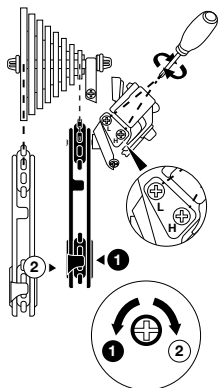

Abb. 17. Einstellung der Endanschläge am Schaltwerk
2. Die obere Leitrolle sollte genau unter dem kleinsten (unteren Anschlag) oder größten Ritzel (oberer Anschlag) sitzen. Wenn die Leitrolle nicht korrekt ausgerichtet ist, müssen Sie die Schraube für den Endanschlag entsprechend nach links oder rechts drehen, um die richtige Ausrichtung zu erreichen (siehe Abb. 17).